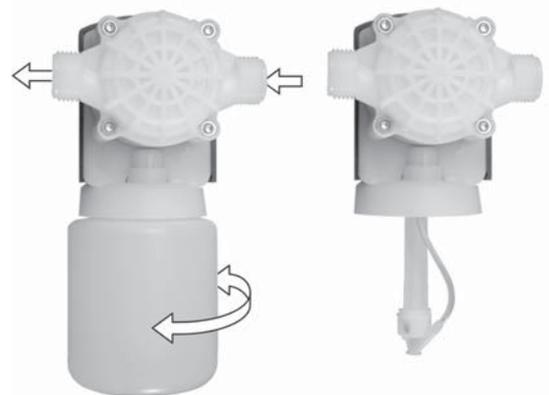

Abb. 9: Dosiereinheit
- Dosiereinheit zum Einbau in die bauseitige Wasserzufuhr, zur Beimischung der Oxy-Lösung, s. Abb. 9 (beigestellt)